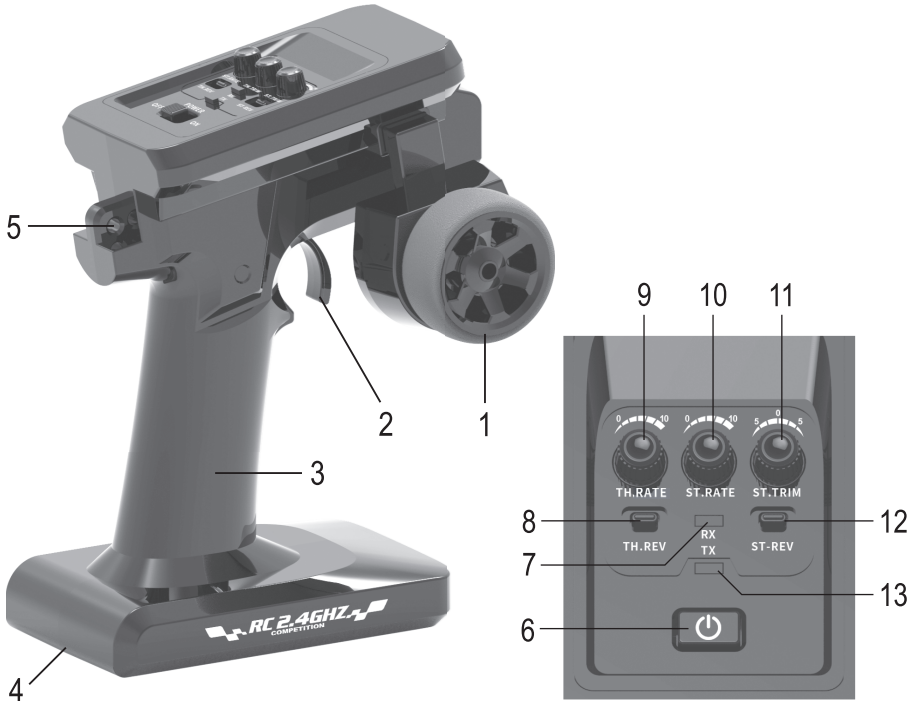

Bild 1
- Drücken Sie den Ein-/Ausschalter (siehe Bild 1, Pos. 6), die LED „RX“ leuchtet dauerhaft rot, die LED „TX“ blinkt grün. Anschließend kann das Fahrzeug eingeschaltet werden. Wenn der Sender sich mit dem Empfänger im Fahrzeug verbindet, leuchtet die LED „TX“ dauerhaft grün. Das Fahrzeug reagiert nun auf die Steuersignale am Sender. Wenn die LED „RX“ rot blinkt, sind die Batterien/Akkus im Sender leer und müssen getauscht werden.
- Schalten Sie erst jetzt den Sender aus, drücken Sie den Ein-/Ausschalter (siehe Bild 1, Pos. 6). Die LEDs am Sender erlöschen.
Mit dem Steuerrad (Bild 1, Pos. 1) wird das Lenkservo gesteuert. Bei Drehung des Steuerrads nach links (gegen den Uhrzeigersinn) muss das Fahrzeug abhängig vom Drehwinkel nach links fahren; bei Drehung nach rechts (im Uhrzeigersinn) nach rechts.
- Drehregler „ST.TRIM“ (Bild 1, Pos. 11): Mittel-/Neutralstellung des Lenkservos (bzw. Geradeausfahrt des Fahrzeugs) einstellen, siehe Kapitel 12.5
- Drehregler „ST.RATE“ (Bild 1, Pos. 10): Begrenzung des Maximalausschlags des Lenkservos, siehe Kapitel 12.6
- Reverse-Schalter „ST.REV“ (Bild 1, Pos. 12): Richtungsumkehr für Lenkfunktion, siehe Kapitel 12.7
Mit dem Gashebel (Bild 1, Pos. 2) wird der Fahrtregler gesteuert. Wird der Gashebel in Richtung Griff gezogen, muss das Fahrzeug vorwärts fahren (Geschwindigkeit abhängig von der Hebelstellung). Schieben Sie den Gashebel vom Griff weg, muss das Fahrzeug rückwärts fahren.
- Drehregler „TH.RATE“ (Bild 1, Pos. 9): Begrenzung der Fahrgeschwindigkeit, siehe Kapitel 12.8
- Reverse-Schalter „TH.REV“ (Bild 1, Pos. 8): Richtungsumkehr für Fahrfunktion, siehe Kapitel 12.9
Sollte das Fahrzeug während dem Fahren die Tendenz aufweisen, nach links oder rechts zu ziehen, obwohl sich das Steuerrad in der Mittelstellung/Neutralstellung befindet, so stellen Sie am Sender mit dem Drehregler „ST.TRIM“ (siehe Bild 1, Pos. 11) die Trimmung für die Lenkung entsprechend ein.
Mit dem Drehregler „ST.RATE“ (Bild 1, Pos. 10) lässt sich der maximale Lenkwinkel begrenzen, wodurch sich das Fahrzeug bei schneller Fahrt besser steuern lässt, da es feinfühlicher reagiert.
Mit dem Schiebeschalter „ST“ (Bild 1, Pos. 12) kann die Bewegungsrichtung des Lenkservos umgekehrt werden (z.B. wenn Sie den Sender mit der rechten Hand festhalten und mit der linken Hand steuern).
Mit dem Drehregler „TH.RATE“ (Bild 1, Pos. 9) lässt sich die maximale Fahrgeschwindigkeit einstellen. Eine niedrige Maximalgeschwindigkeit (Drehregler nach links gegen den Uhrzeigersinn drehen) ist ideal für Fahranfänger, um sich mit dem Fahrzeug vertraut zu machen.
Normalerweise muss das Fahrzeug vorwärts fahren, wenn Sie am Sender den Gashebel zum Griff hin ziehen. Ist dies nicht der Fall, so können Sie mit dem Schiebeschalter „TH.REV“ (Bild 1, Pos. 8) die Bewegungsrichtung des Antriebs umkehren.
- Bringen Sie die Drehregler „TH.RATE“ (Bild 1, Pos. 9) und „ST.TRIM“ (Bild 1, Pos. 11) etwa in die Mittelstellung.
- Drehen Sie den Drehregler „ST.RATE“ (Bild 1, Pos. 10) bis zum Anschlag ganz nach rechts im Uhrzeigersinn.